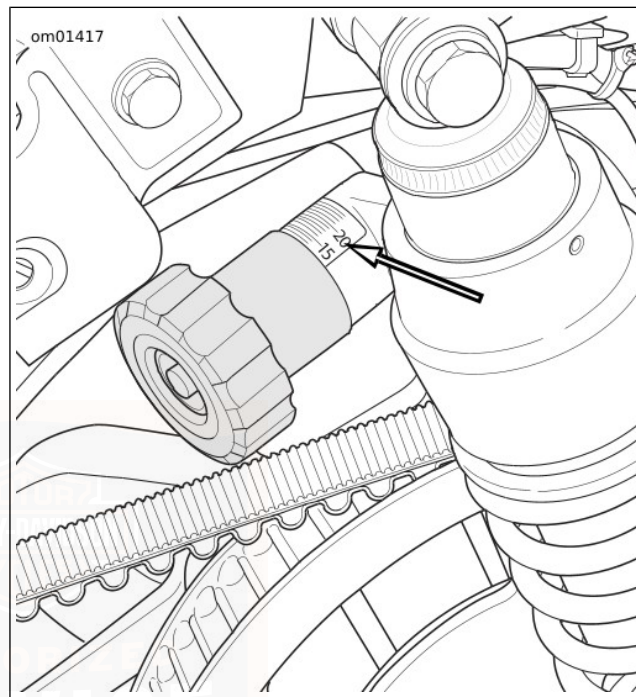

Figure 27. Bouton de réglage de la précharge
2. Voir Figure 27. Faire tourner le bouton jusqu'à ce que la charge souhaitée soit réglée. Le bouton émet un déclic à chaque demi-rotation. Se référer au Tableau 18.